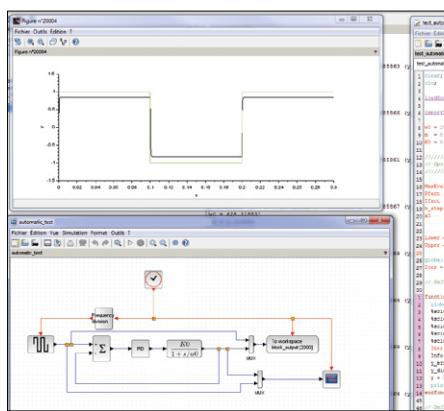

Figure 4. Détail de l'environnement de travail SciLab.
**R** Aussi étrange que cela puisse paraître, le code informatique pouvait également s'écrire sans ordinateur. On utilisait des cartes perforées où les instructions (en langage assembleur) et les opérandes étaient représentés par poinçonnage d'une matrice cartonnée. L'arrivée de langages de haut niveau, beaucoup plus faciles à comprendre pour l'humain, a été rendue possible par l'arrivée des compilateurs, véritables interfaces Homme/Processeur. Une seule instruction moderne (opération sur bases de données en SQL par ex.) remplace une quantité inimaginable de carton ! Plus proche de notre époque, on peut également citer Matlab/Simulink (ou son équivalent gratuit Scilab/Xcos) qui mixe habilement programmation, calculs matriciels et interface graphique (**fig. 4**) pour simuler et résoudre des problèmes de mathématiques ou d'automatisme.